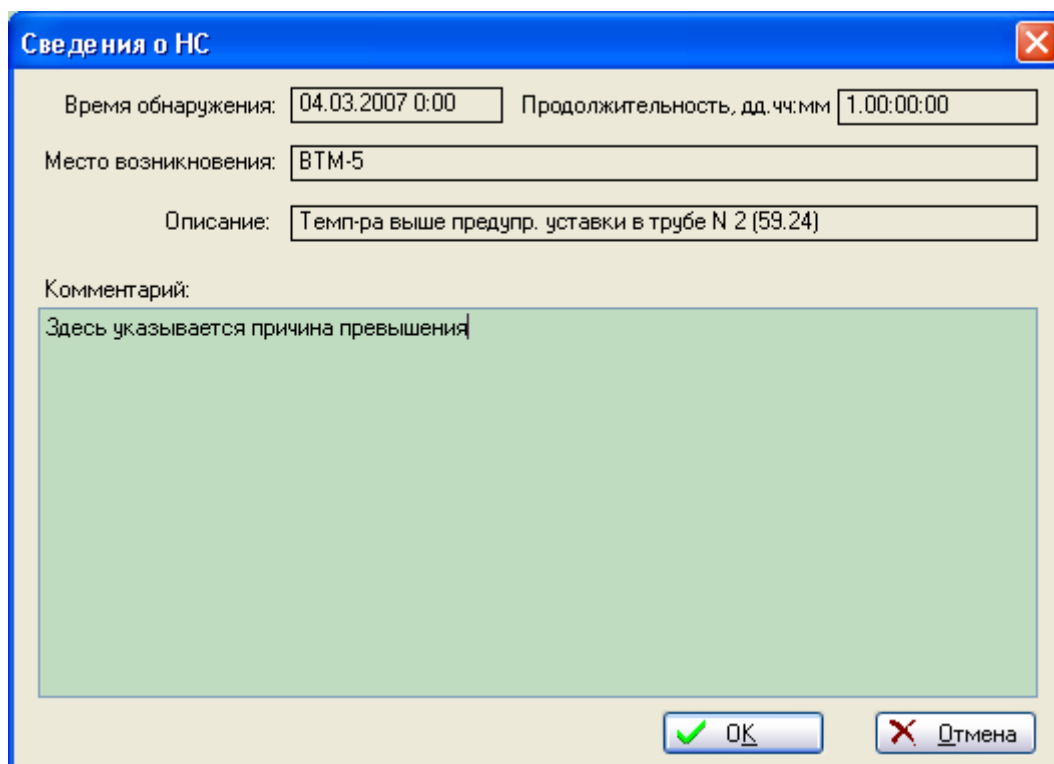

Рис. 16 Добавление комментария к НС
- Дважды щелкните на строке левой клавишей мыши. Можно также воспользоваться контекстным меню для подачи команды «Комментарии...». На экране откроется окно сведений о НС (Рис. 16).